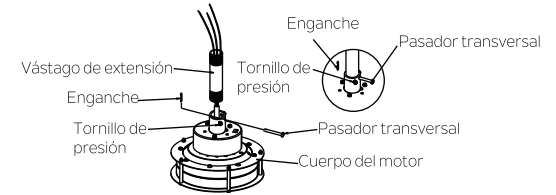

Fig. 7
**Paso 3.** Afloje los dos tornillos de presión y retire el pasador transversal y el enganche del acoplamiento superior del cuerpo del motor. Con cuidado, conecte los cables del ventilador y el cable de seguridad a través del vástago de extensión. Enrosque el vástago de extensión en el acoplamiento del motor hasta que los orificios del pasador transversal se encuentren alineados. Luego, reemplace el pasador transversal y el enganche, y ajuste ambos tornillos de presión. (Fig. 7)